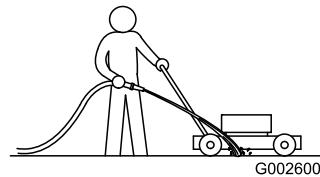

Figura 53
1. Collocate il tosaerba su una superficie piana pavimentata, con il motore acceso, e spruzzate un getto d'acqua davanti alla ruota **destra** posteriore (Figura 53).